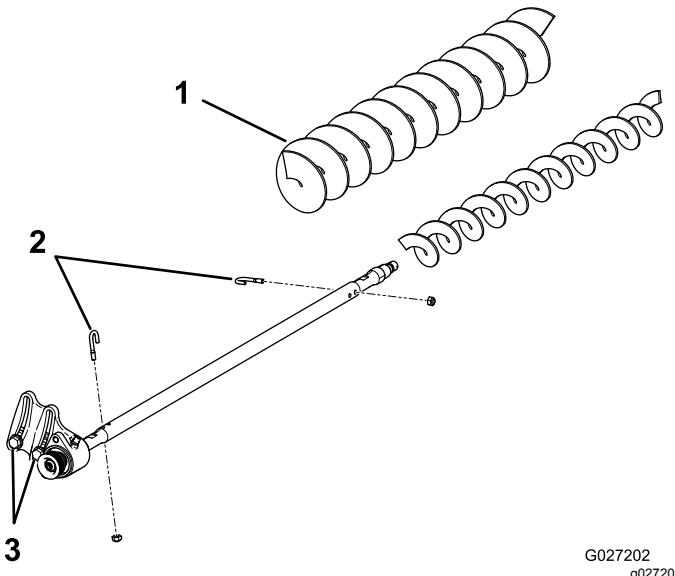

図20
3. J ボルト2本とナットを外す (図 20)。
4. ブラシシャフトについている既存のブラシを抜き取る図 20。
5. 駆動側ベアリングハウジングをベアリングハウジング取り付けブラケットに固定しているボルト各2本とワッシャおよびナットをゆるめる図 20。
6. グルーマシャフトに高刈りブラシブラシを通す図 20。
- 先ほど外したJボルトとナット各2を使って、ブラシをシャフトに固定する図20。